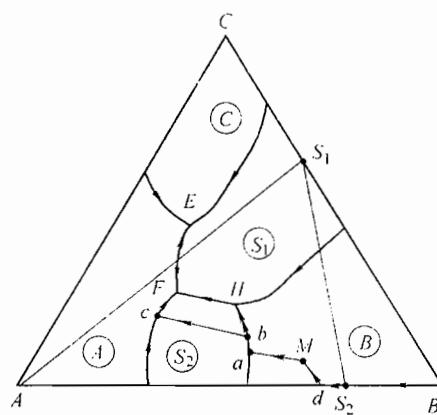

图 23-2 第七题解答图
2. 见图 23-2。
5.  $M$  点析晶路程见图 23-2 (有穿  $S_2$  的相区)